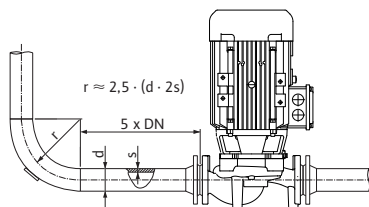

Fig. 11: Insaktningssträcka före och efter pumpen
- Före och efter pumpen krävs en insaktningssträcka i form av en rak rörledning. Insaktningssträckans längd ska vara minst 5 x DN för pumpflänsen (fig. 11). Den här åtgärden motverkar flödeskavitation.